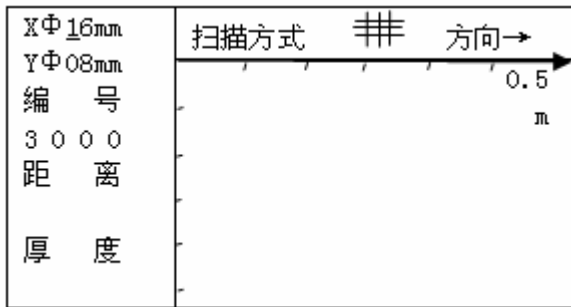

图 3-9 0.5×0.5m 网格扫描界面
0.5×0.5m 规格的网格钢筋扫描界面如图 3-9 所示，首先设置工程信息，包括已知横向（Y）和纵向（X）钢筋的直径（默认值